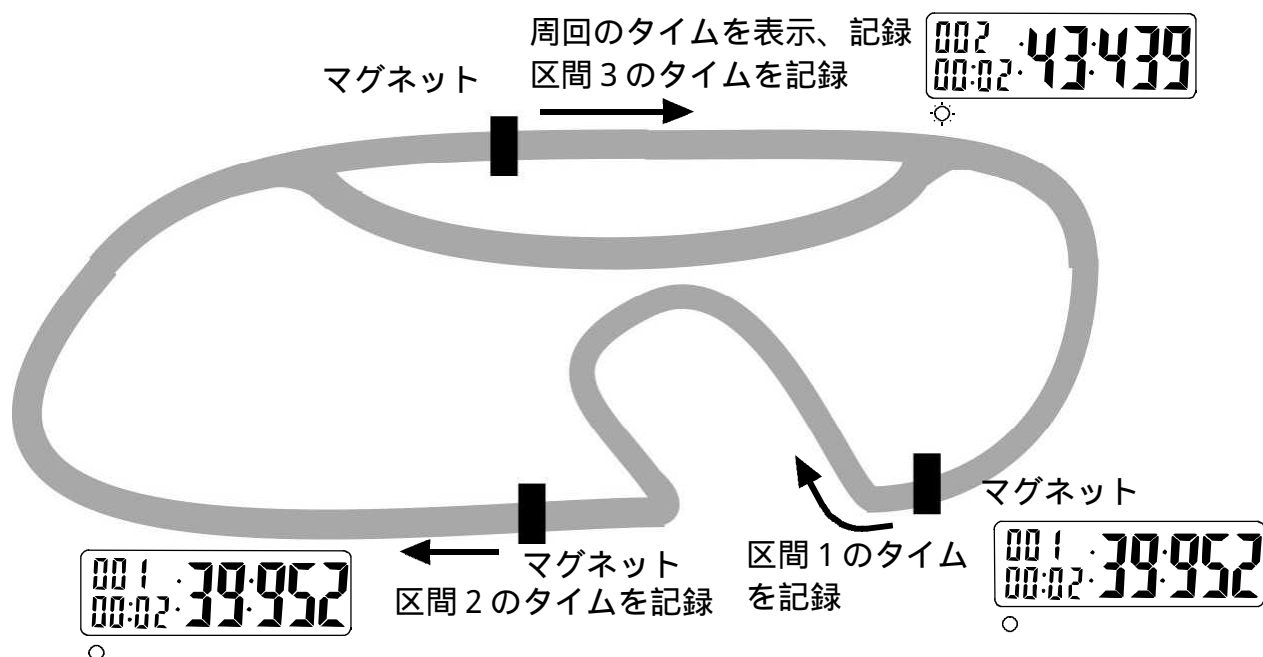

図3 . 計測中の動作
(4) 計測中は、図3に示すようにマグネット を通過したときに、区間1のタイムを記録するのみで表示は直前のラップタイムを記録し、マグネット を通過したときに、区間2のタイムを記録し、マグネット を通過するときに区間3のタイムを記録し、周回のタイムを表示、記録します。